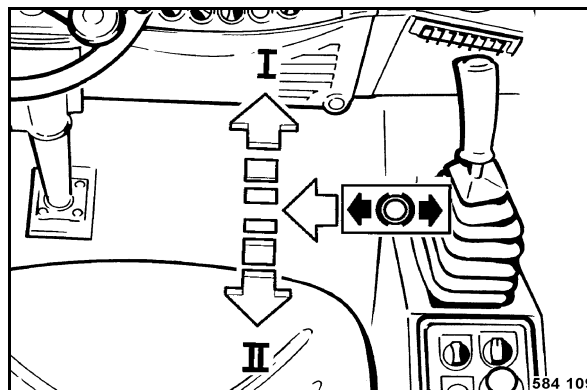

Fig. 135
- Décranter le levier de commande de marche (Fig. 135) vers la gauche, à partir de la position de freinage.